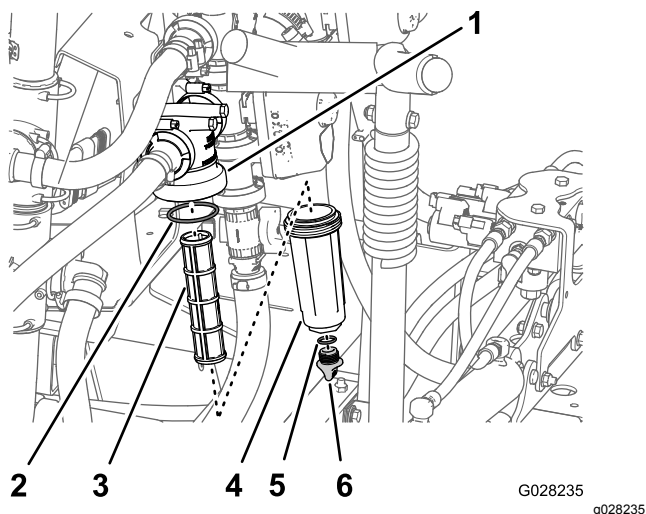

Figure 103
2. Placez un bac de vidange sous le filtre sous pression (Figure 103).
3. Tournez le bouchon de vidange dans le sens antihoraire et déposez-le de la cuvette du filtre sous pression (Figure 103).
4. Tournez la cuvette dans le sens antihoraire et déposez-la de la tête du filtre (Figure 103).
5. Retirez l'élément du filtre sous pression usagé (Figure 103).
6. Contrôlez l'état et l'usure du joint torique du bouchon de vidange (à l'intérieur de la cuvette) et du joint torique de la cuvette (à l'intérieur de la tête du filtre) (Figure 103).
7. Montez le nouvel élément filtrant dans la tête du filtre sous pression (Figure 103).
8. Vissez la cuvette sur la tête du filtre à la main (Figure 103).
9. Vissez le bouchon sur la cuvette à la main (Figure 103).